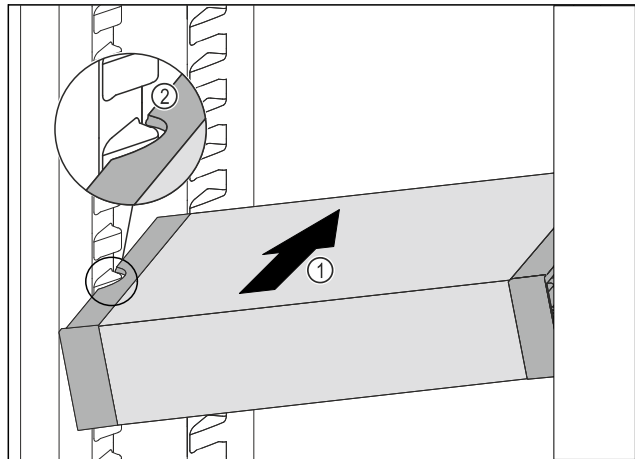

Fig. 220
- ▶ VarioSafe schräg in das Kühlteil einschieben Fig. 220 (1), bis sich die seitlichen Aussparungen Fig. 220 (2) des VarioSafes auf Höhe der Behälterrippe im Kühlteil befinden.